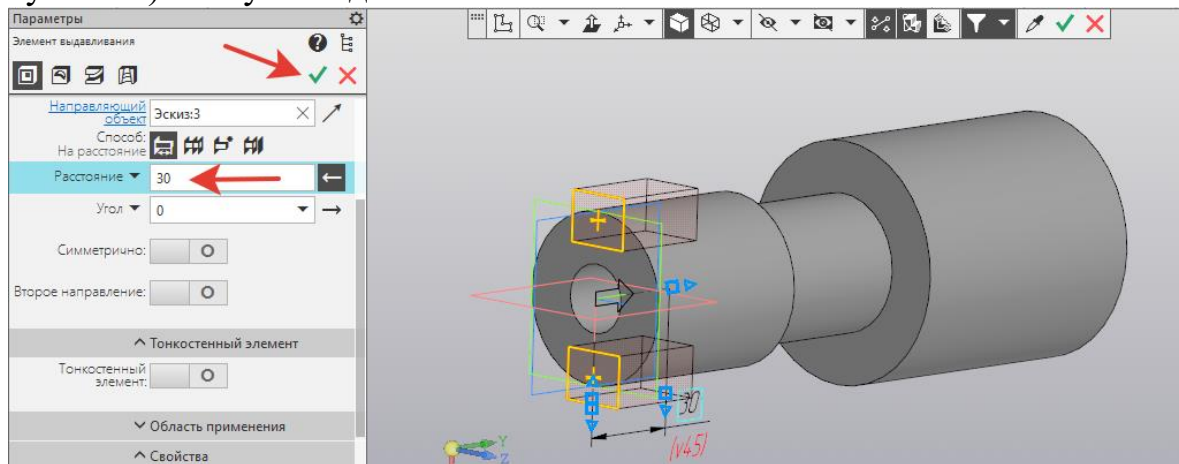

Рисунок 95.
6. На инструментальной панели *Элементы тела* - выбрать  *Вырезать выдавливанием*. В *Параметрах* задать *Расстояние – 30*. *Создать объект*  (рисунок 95). Получили две лыски.